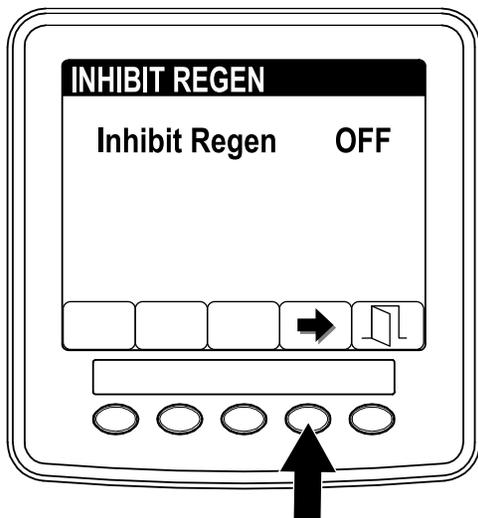

Figura 13
- Premete il pulsante 4 per modificare l'impostazione dell'inibizione della rigenerazione da On a Off (Figura 13) o da Off a On.